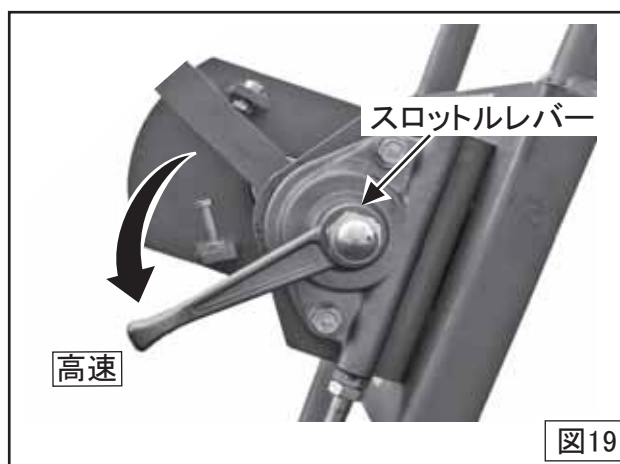

図19
- 2 スロットルレバーを徐々に押し、エンジン回転数を高速にセットします。(図19)